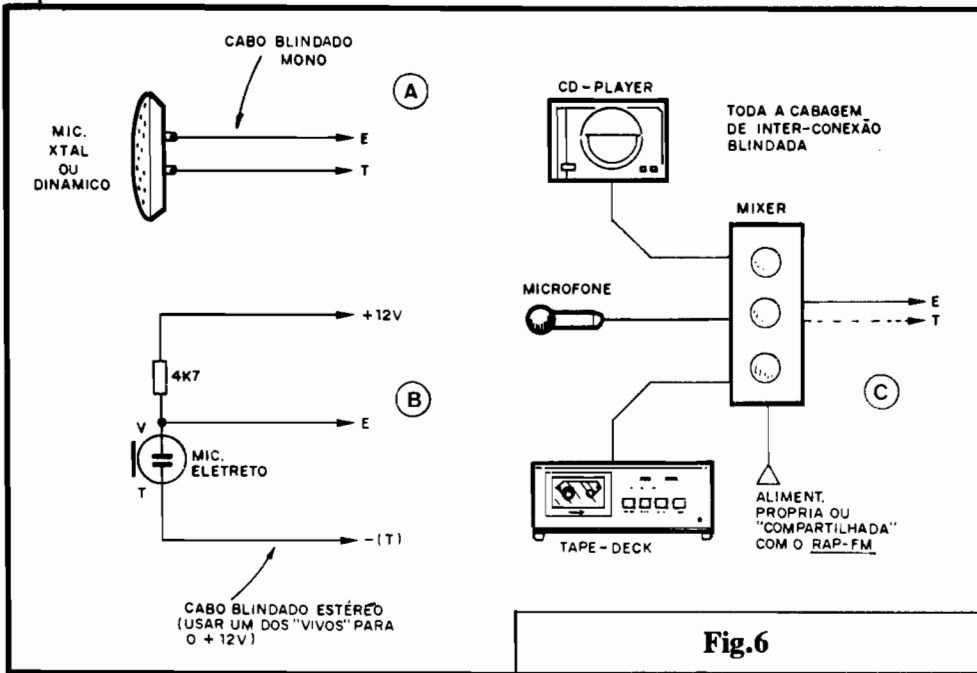

Fig.6
- FIG. 6 - FONTES DE SINAL DE ÁUDIO - Graças à presença do Integrado 741, e do seu arranjo com ajuste
- Aplicar, à Entrada de Áudio da RAP-FM um sinal qualquer, proveniente - por exemplo - de um dos arranjos mostrados na fig. 6... O ideal mesmo, para os testes e ajustes iniciais, é um mero e simples microfone de cristal (como em 6-A).